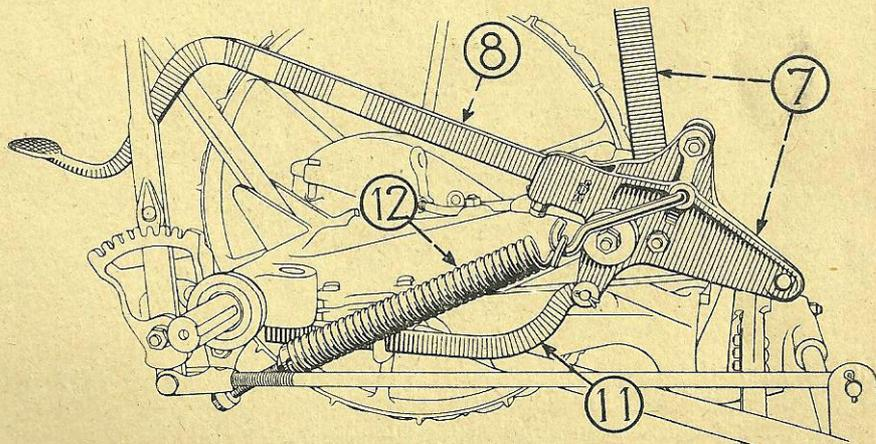

Figure 9
11. — (Voir figure 9). Placez la barre à came dans son guide et fixez sa partie antérieure au secteur du levier de relevage.
12. — (Voir figure 9). Relevez la barre coupeuse verticalement, puis passez le boulon de l'extrémité du ressort de relevage dans le support qui est fixé au bâti. Accrochez ensuite la partie avant du ressort au maillon du secteur du levier de relevage. Tendez le ressort assez pour que la barre se soulève facilement, mais pas trop cependant ce qui empêcherait le sabot intérieur de rester en contact avec le sol.